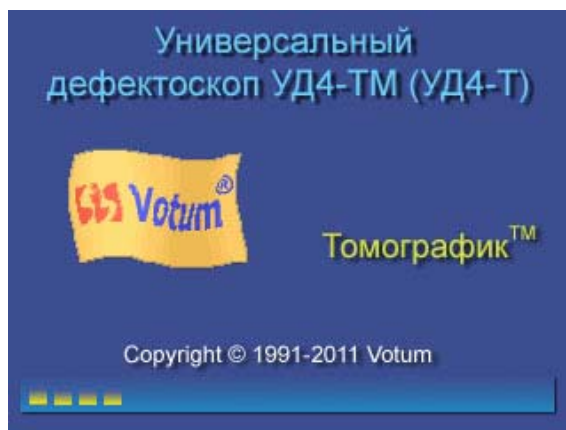

Рисунок 8 Заставка начальной загрузки
7.1.1.3 Через три-четыре секунды на экране УД4-ТМ появится заставка начальной загрузки, как показывает Рисунок 8.